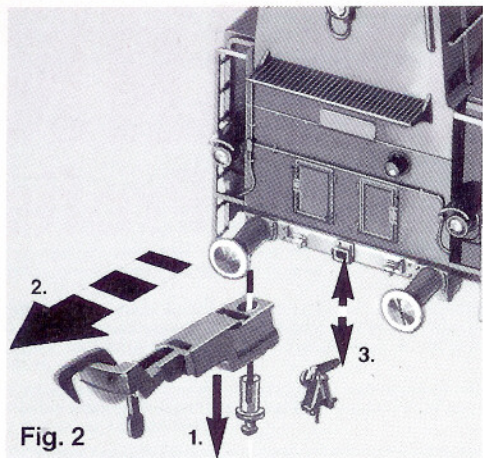

Fig. 2
Eventuell mit etwas Klebstoff befestigen (Fig. 2 und 3).
3. Insert the alternative coupling gear. Secure in position with plastic glue (fig. 2 and 3).
Eventuellement les fixer au moyen d'une goutte de colle (fig. 2 et 3).
De automatische **FLEISCHMANN**-koppelingen kunnen vervangen worden door de bijgevoegde imitatiekoppelingen. Daartoe dient men de **FLEISCHMANN**-koppeling te verwijderen en de imitatiekoppeling in de daarvoor bestemde uitsparing te monteren. Bij de bevestiging kan eventueel iets lijm worden gebruikt (fig. 2 en 3).
De automatiska **FLEISCHMANN**-kopplarna kan du byta ut mot de bifogade kopplingsattrapparna. Avlägsna **FLEISCHMANN**-kopplarna och stick i attrapparna i de förutsedda hålen. Fäst eventuellt med lite lim (fig. 2 och 3).